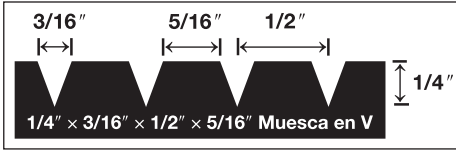

Figura 2
- Palustre con muesca en V de 1/4" x 1/2" x 3/16" (6 mm x 13 mm x 5 mm) (Figura 2)